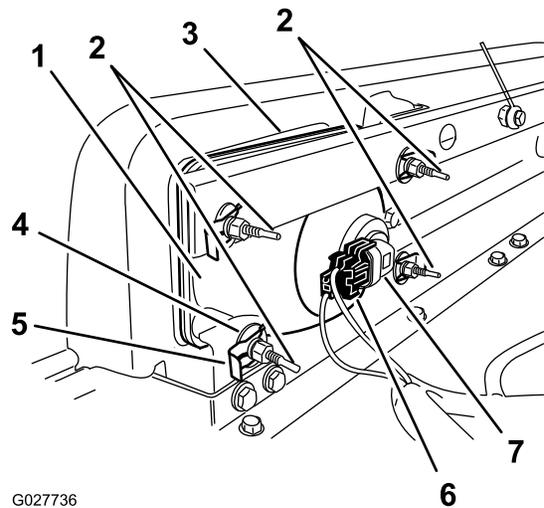

Figure 51
3. Débranchez le connecteur électrique du faisceau du connecteur du phare (Figure 51).
4. Déposez les clips rapides et les rondelles qui fixent le phare à son support (Figure 51).
5. Sortez le phare en le déplaçant vers l'avant à travers l'ouverture dans le pare-chocs avant (Figure 51).
6. Montez le phare neuf par l'ouverture dans le pare-chocs (Figure 51).
8. Branchez le connecteur électrique de faisceau au connecteur du phare (Figure 51).
2. Au dos du phare, tournez les vis de réglage (Figure 51) pour orienter le phare et aligner la position de son faisceau.